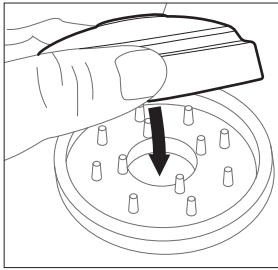

Figura 2
- b. Encaje la tapa del filtro y el filtro en el soporte del filtro (Figura 2).